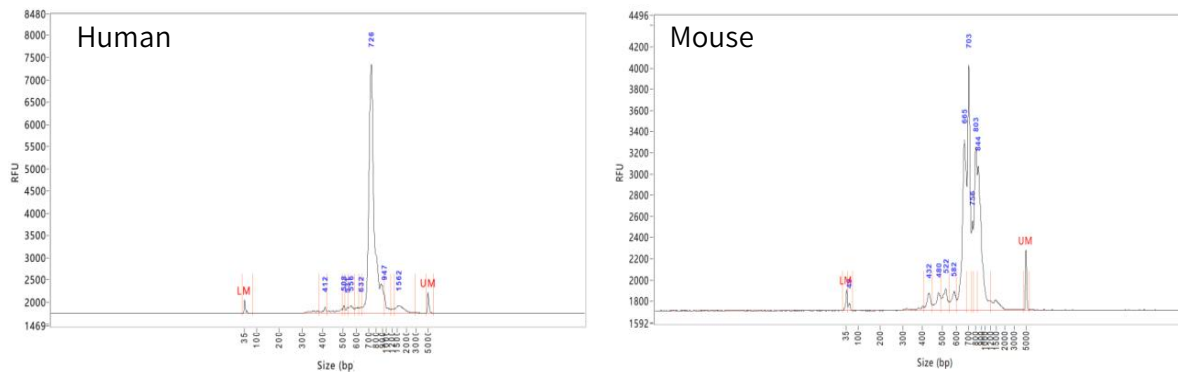

图 6 全长 TCR 三轮富集产物质检图
3) 质检结果请参照图 6，均显示一条特异条带，在 750 bp 左右。